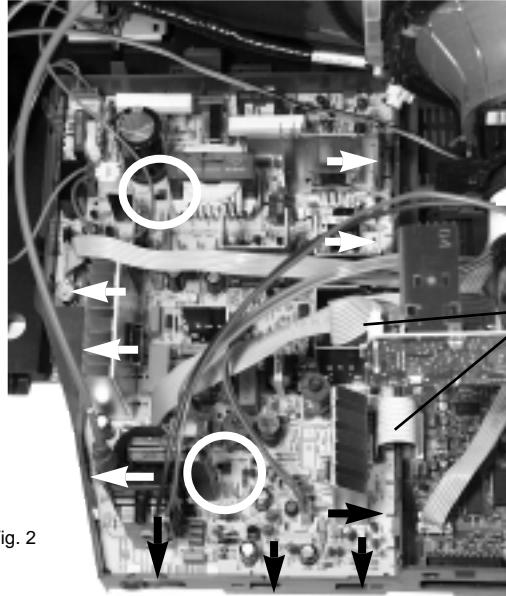
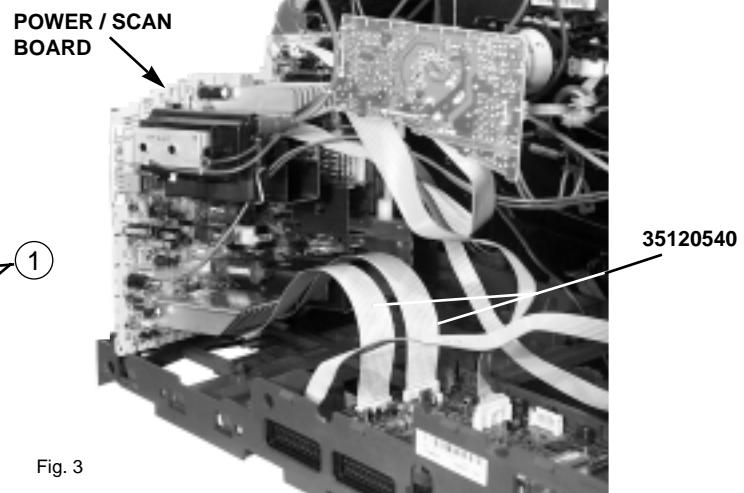

Fig. 2
Fig. 3
- 1 - Remove the two connection cable PSB/SSB (1) (Fig.2) and get free the "PSB" board from the chassis in pressing the maintain tongue (9 in periphery and 2 in the board) (Fig.2) . Put the two extension cable PSB/SSB (35120540) (Fig.3).
- 2 - Put the PSB board in service position (Fig. 3)
- 1 - Retirer les cordons de raccordement PSB/SSB (1) (Fig.2) et dégager la platine "PSB" du chassis en appuyant sur les languettes de maintien (9 en périphérie et 2 en interne) (Fig.2) . Mettre les cordons prolongateurs de raccordement PSB/SSB (35120540) (Fig.3).
- 2 - Mettre la platine PSB en position de service (Fig. 3)
- 1 - Entfernen Sie die beiden Verbindungskabel PSB/SSB (1) (Fig.2). Zum Ausbau der PSB-Platine lösen Sie die 9 Halteklemmen um die Platine herum und die 2 Klammen in der Platine wie (Fig.2) dargestellt. Stecken Sie die Verlängerungskabel PSB/SSB (35120540) (Fig.3) ein.
- 2 - Bringen Sie die PSB-Platine in die Service-Position (Fig. 3).
- 1 - Togliere idue cavi di collegamento PSB/SSB (1) (Fig.2) e liberare la piastra "PSB" dal telaio premendo le linguetto di fissaggio (9 periferiche e due interne) collegare le prolunghe PSB/SSB (35120540) (Fig.3).
- 2 - Sistemare la piastra PSB in posizione di servizio (Fig. 3).
- 1 – Retirar los dos cables de conexión PSB/SSB (1) (Fig.2) y soltar la placa "PSB" del chasis presionando las lengüetas (9 en la periferia y 2 en la placa) (Fig. 2). Enchufar los dos cables prolongadores PSB/SSB (35120540) (Fig.3).
- 2 – Poner la placa PSB en la posición de servicio (Fig. 3).